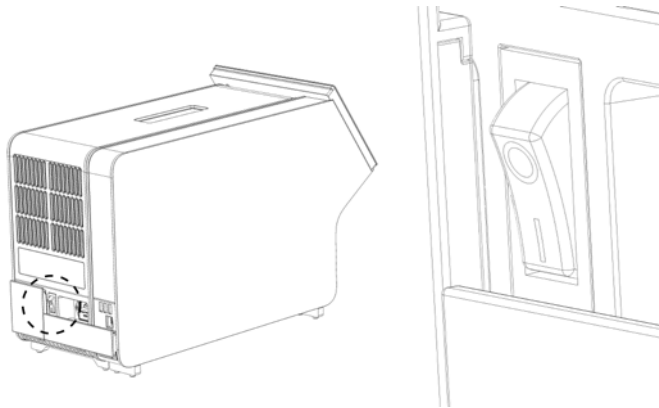

Figura 21. Individuazione e posizionamento su "I" dell'interruttore di alimentazione.
10. Accendere lo strumento premendo l'interruttore di alimentazione sul retro del modulo analitico e portandolo nella posizione "I" (Figura 21). Verificare che gli indicatori di stato dei moduli analitico e operativo siano di colore blu.